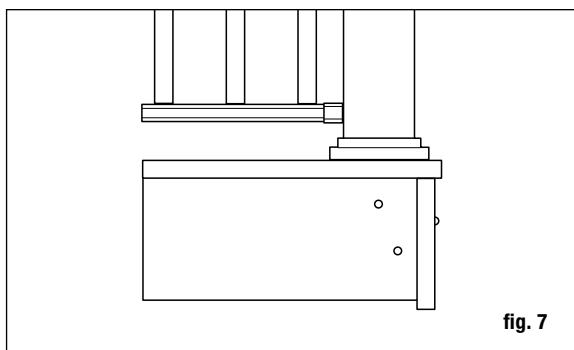

fig. 7
Paso 3 Posicione, alinee verticalmente con un nivel, y sujeté con abrazaderas el poste de barandal de escalera a la cara interior del travesaño. Vuelva a alinear verticalmente. El poste de barandal de 10.2 x 10.2 cm (4x4 pulg.) debe sujetarse con pernos al interior del travesaño usando dos pernos de carrocería galvanizados de 1.27 x 15.24 cm (1/2 x 6 pulg.). Los postes en esquinas requieren un tercer perno de carrocería insertado a través de la viga adyacente (fig. 7). Los postes a nivel de piso deben fijarse en concreto.